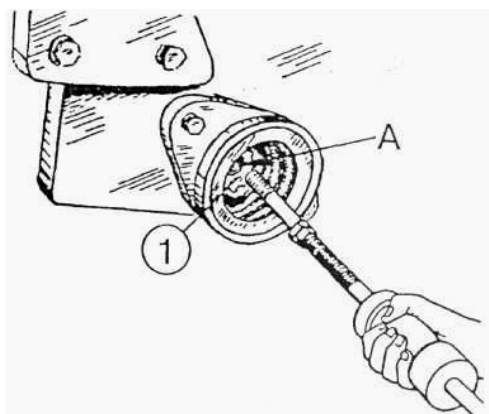

Рисунок 5.50
- 3) ввинтите в резьбовое отверстие «А» (**рисунок 5.50**) в торце торсиона (1) съемное приспособление или болт М10 длиной 150...200 мм и демонтируйте торсион (1) вместе с фиксатором;